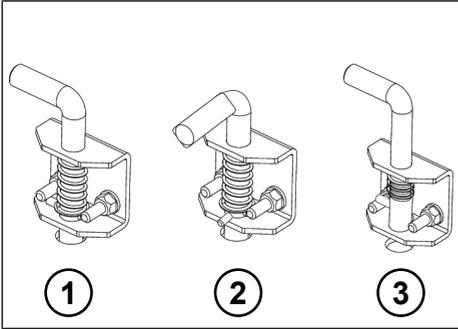

Fig. 8-67: Positions de verrouillage du boulon d'arrêt
- ▶ Mettre les boulons d'arrêt sur la poutre transversale dans la position 2 (voir "Fig. 8-67: Positions de verrouillage du boulon d'arrêt", p. 178).
- ▶ Mettre les boulons d'arrêt dans la position 1 (voir "Fig. 8-67: Positions de verrouillage du boulon d'arrêt", p. 178).
- ▶ Mettre les boulons d'arrêt pour les poteaux sur la poutre transversale en position 2 (voir "Fig. 8-67: Positions de verrouillage du boulon d'arrêt", p. 178).
- ▶ Mettre les boulons d'arrêt pour les poteaux en position 3 (voir "Fig. 8-67: Positions de verrouillage du boulon d'arrêt", p. 178), de sorte que les poteaux se trouvent dans la poutre transversale jusqu'en butée.
- ▶ Mettre les boulons d'arrêt pour les poteaux en position 1 (voir "Fig. 8-67: Positions de verrouillage du boulon d'arrêt", p. 178).
- ▶ Mettre les boulons d'arrêt pour les poteaux en position 3 (voir "Fig. 8-67: Positions de verrouillage du boulon d'arrêt", p. 178).
- ▶ Mettre les deux boulons d'arrêt de la poutre transversale dans la position 3 (voir "Fig. 8-67: Positions de verrouillage du boulon d'arrêt", p. 178).